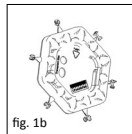
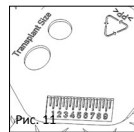

fig. 1b
Рис. 11
■ **fig. 1b/11** Os gabaritos integrados no lado posterior do disco medidor (fig. 1b) mostram o tamanho mínimo do transplante necessário para o preenchimento da membrana timpânica (fig. 11).
■ **fig. 11** A escala de milímetros destina-se a realizar medições comparativas gerais, que podem ser úteis durante uma cirurgia ao ouvido médio. Por regra geral, o lado posterior também pode ser usada como superfície de apoio ou campo de preparação para diferentes processos, tal como, por exemplo, a preparação do transplante ou armazenamento intermédio.
■ **Рис.1б/11** Интегрированные шаблоны на задней части регулировочного диска (Рис. 1б) соответствуют минимальному размеру трансплантата для выравнивания барабанной перепонки (Рис. 11). Овальный: для головной пластины овального протеза. Круглый: для головной пластины круглого протеза
■ **Рис.11** Миллиметровая шкала используется для общих сравнительных измерений, которые могут понадобиться во время операции на среднем ухе. В сущности, задняя часть может также использоваться в качестве места для